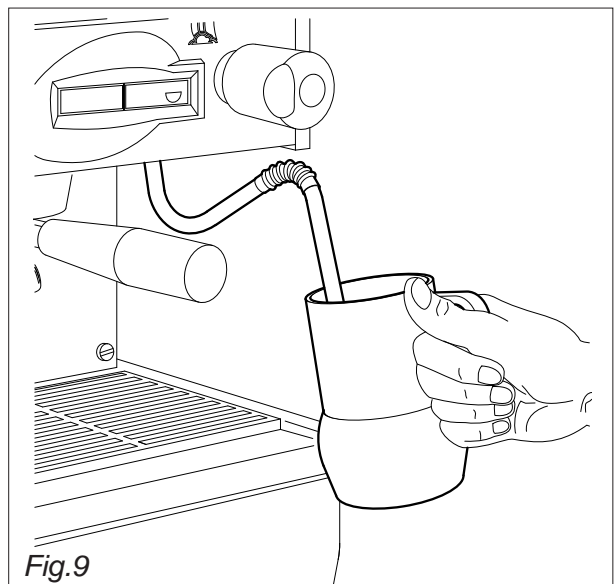

Fig.9
8.2. Cómo se prepara el “capuchino” (Fig.9)